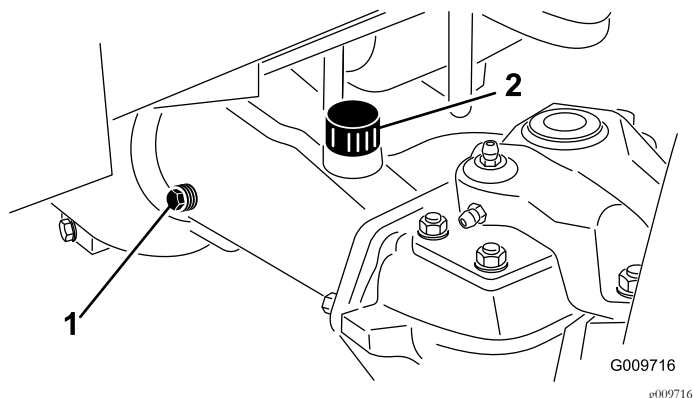

Bild 56
Hinweis: Entfernen Sie bei niedrigem Ölstand die Füllschraube (Bild 56) und füllen genug Öl ein, um den Stand bis an die Unterseite der Prüfschraubenöffnungen anzuheben.
2. Entfernen Sie eine Prüfschraube aus einem Ende der Achse (Bild 56) und stellen sicher, dass das Öl die Unterseite des Lochs erreicht.